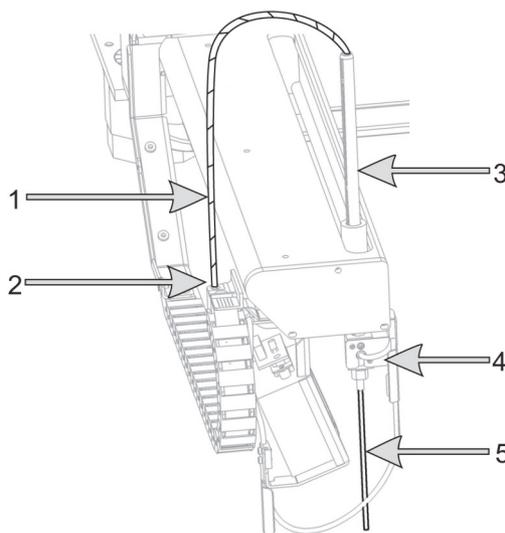

Figure 133 : Ensemble de sonde d'aspiration :
Ne tirez pas immédiatement la canalisation hors de la partie haute du support de sonde d'aspiration (élément 3 dans la Figure 133), car vous risquez de sortir la canalisation de la pointe.
11. Dévissez le raccord du tube de la sonde d'aspiration (position 2 dans la Figure 133) dans la « chaîne » à gauche sur le bras robotisé.
5. Tout en maintenant la sonde d'aspiration vers le bas, serrez la vis à serrage manuel à l'arrière du bloc isolant (élément 4 dans la Figure 133). Serrez fermement à la main.
6. Vissez le raccord du tube de la sonde d'aspiration (élément 2 dans la Figure 133) sur le bloc de « chaîne » afin qu'il soit fermement serré à la main. Ne serrez pas excessivement.